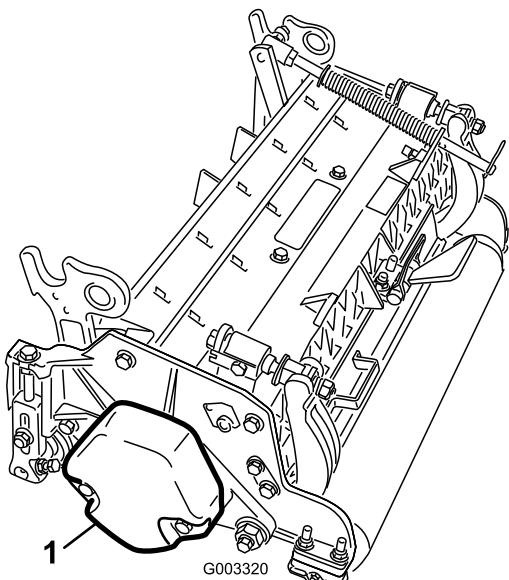

Figure 4
- Veillez à monter le contrepoids (Figure 4) du bon côté du plateau de coupe, comme expliqué dans le *Manuel de l'utilisateur* du plateau de coupe.